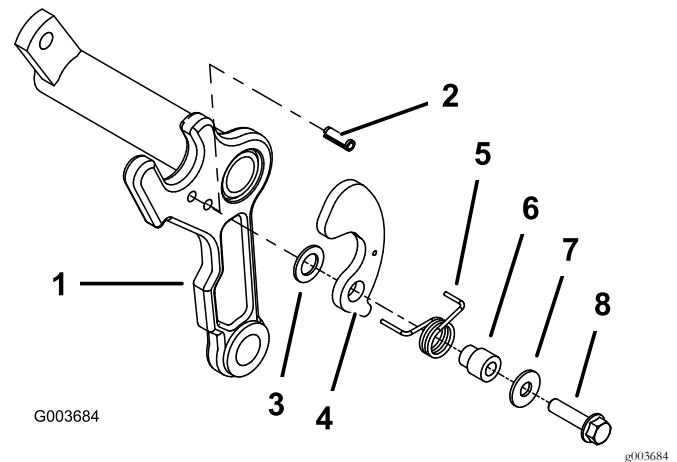

Figura 6
- Coloque um pino de segurança no orifício inferior na parte lateral adequada de cada estrutura de carroçaria da unidade de corte (Figura 6).
- No mesmo lado da estrutura da carroçaria em que está instalado o pino de segurança, monte uma anilha plástica, suporte do cesto, mola de torção, anel do cesto, anilha plana (3/8 x 7/8 pol.) e parafuso (5/16 x 1 1/4 pol.); consulte Figura 6.